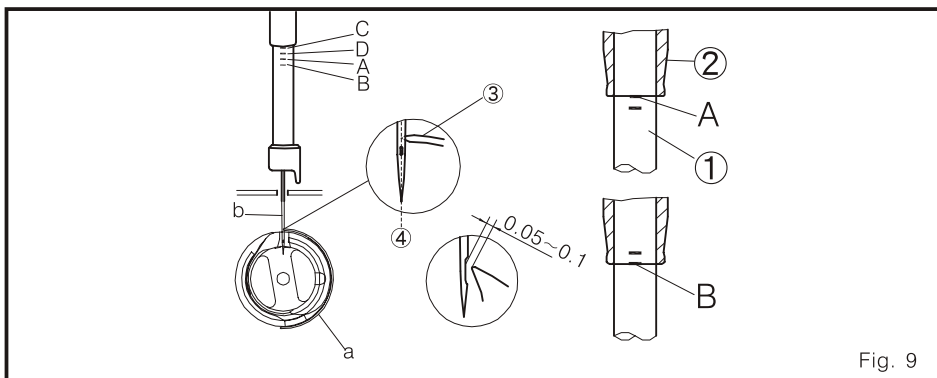

Fig. 9
- (1) A quantidade de óleo na lançadeira (Revisa os ajustes para uma coordenação apropriada com os processos e materiais para costurar). Uma quantidade insuficiente de óleo para causar que a lançadeira se pare e fique quente. Um excesso de óleo causará que os panos costurados fiquem manchados com óleo.
- (2) Um ajuste apropriado deveria ser obtido por revisar do mesmo borrifou de óleo em 3 pedaços de papel pelo menos 3 vezes. Fig 9.
1. A distribuição de ajuste entre a agulha e lançadeira. (Fig. 9)